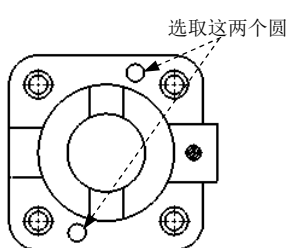

图 6.9.1 选取放置位置
(1) 选择命令。选择下拉菜单 **插入(I)**  **注解(A)**  **销钉符号(Q)** 命令（或右击，在弹出的快捷菜单中选择 **注解(A)**  **销钉符号(Q)** 命令），系统弹出“销钉符号”对话框。
(2) 选取销钉符号的放置位置。在视图中分别选取图 6.9.1 所示的圆，此时“销钉符号”对话框如图 6.9.2 所示，单击“销钉符号”对话框中的  按钮，完成销钉符号的标注，结